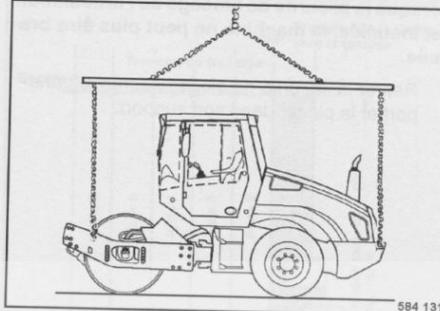

fig. 116
- Utiliser également les quatre oeillets (fig. 116) et le dispositif de levage pour soulever la machine.